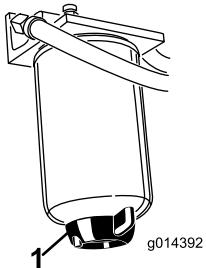

Рисунок 36
Ежедневно сливайте воду или другие загрязнения из водоотделителя (Рисунок 36). Через каждые 400 часов работы меняйте корпус фильтра.
2. Ослабьте сливную пробку в днище корпуса фильтра (Рисунок 36).